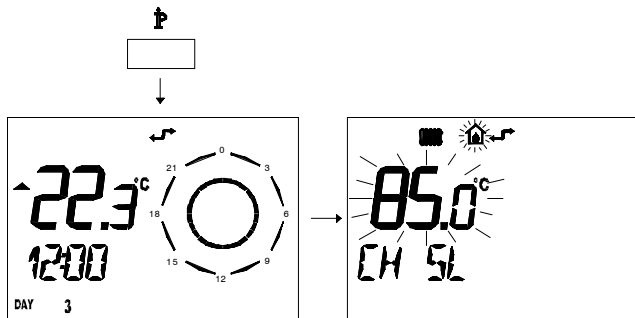

fig. 5.20
- 2 Premere per più di 3 secondi il pulsante  per entrare in modalità *I NFO*. (fig. 5.20)